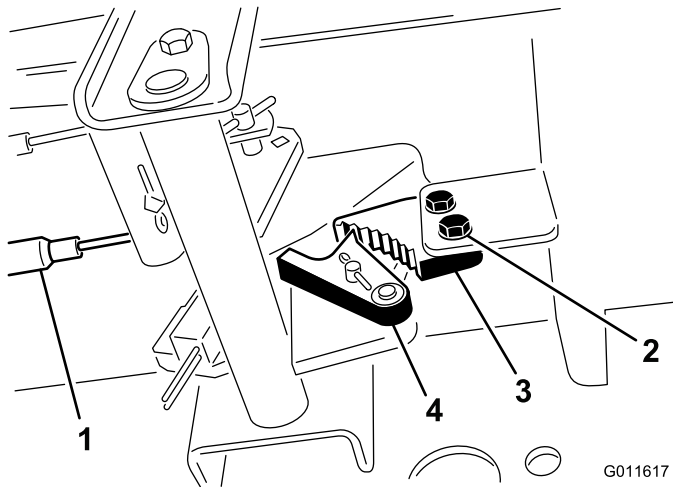

Figura 69
1. Afloje los 2 tornillos que fijan el trinquete del freno de estacionamiento al bastidor (Figura 69).
2. Pise el pedal del freno de estacionamiento hacia adelante hasta que la uña se engancha a fondo en el trinquete del freno (Figura 69).